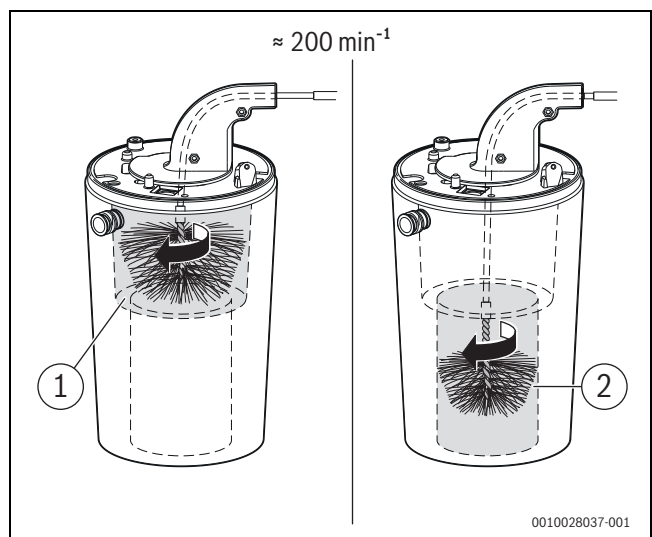

Bild 65 Wärmeblock reinigen (ca. 200 min⁻¹, nur Rechtslauf)
- Mit kleiner Bürste für den unteren Bereich wiederholen (→ Bild 65, [2]).